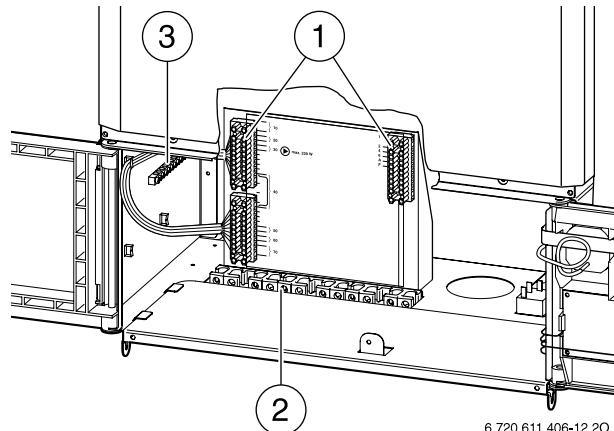

Рисунок 16. Открытая панель управления
- Кабель протянуть через фиксирующее кольцо распределительной коробки (рис. 16).